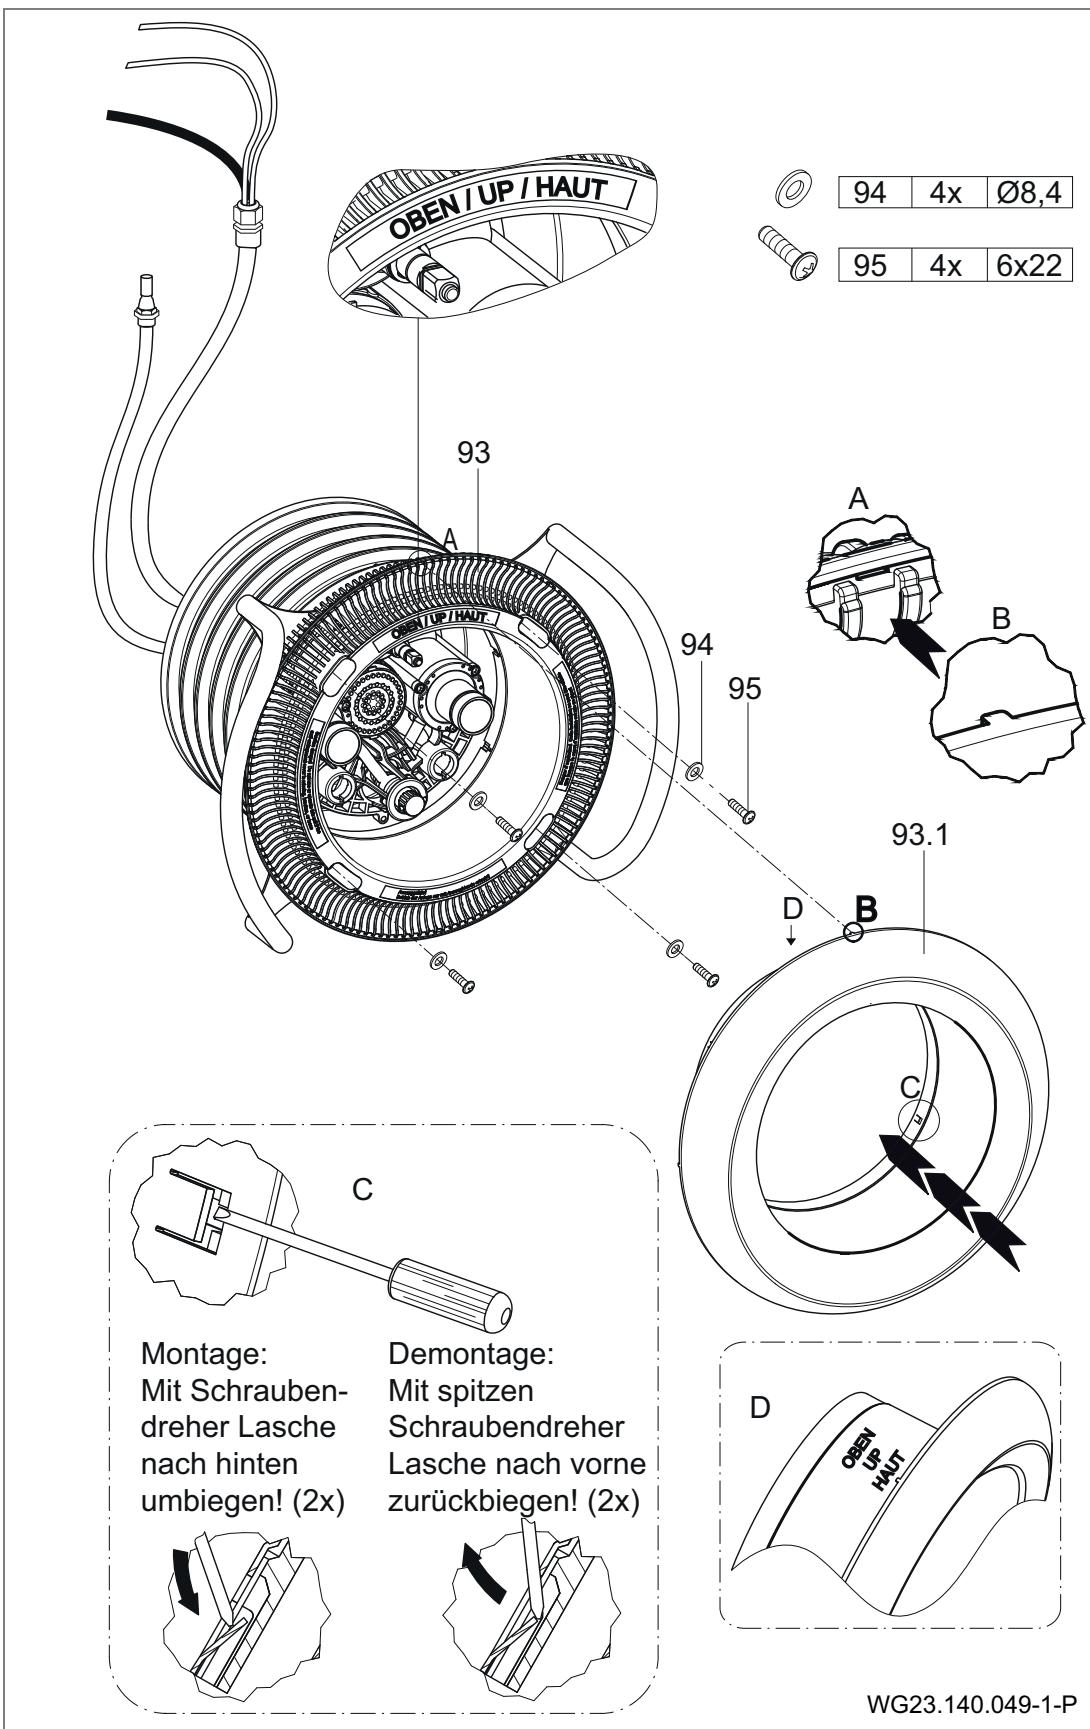
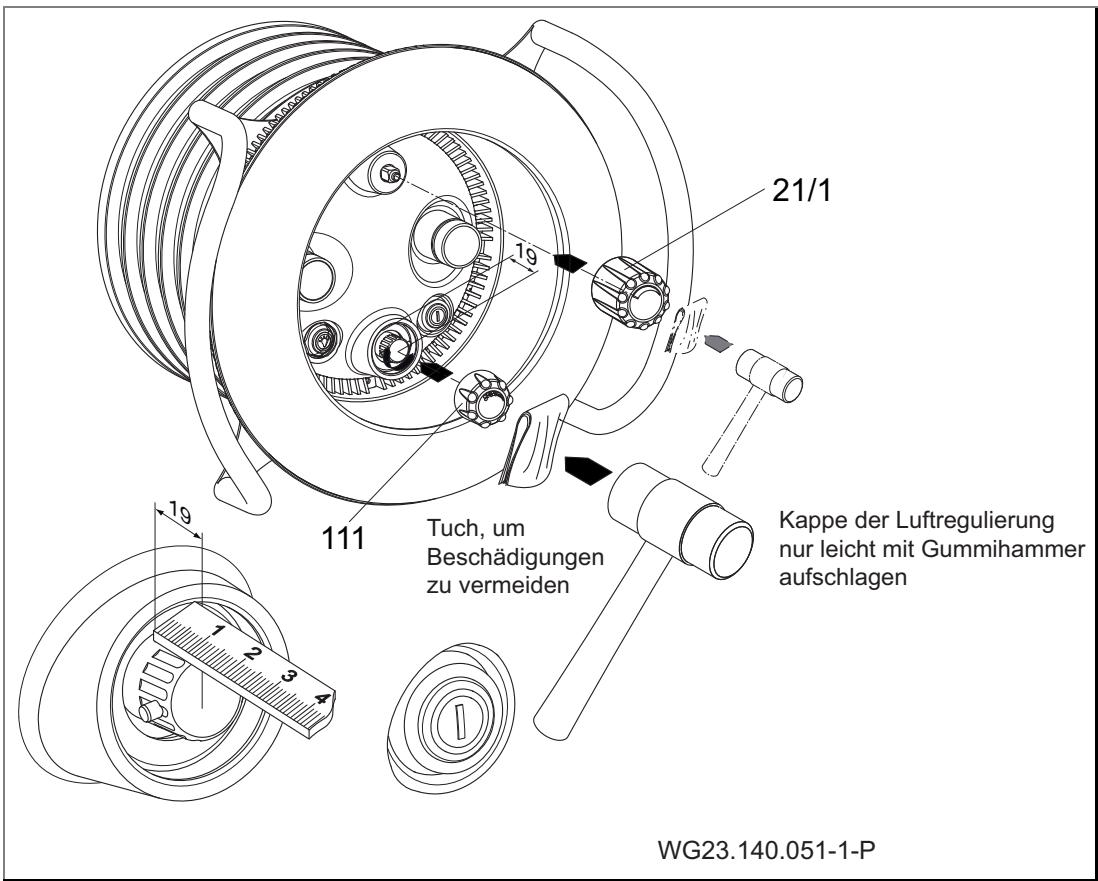

Abb. 17
Abb. 19
8. Ansaugblende (93) auf dem Spannring (28) ansetzen und mit vier Unterlegscheiben (94) und vier Schneidschrauben (95) befestigen. (Abb. 17)
9. Edelstahlblende (93.1) mit vorstehenden Zentriernoppen auf den vorhandenen Aussparungen der Ansaugblende (93) ausrichten und von Hand aneinanderpressen. Markierung
- "OBEN" auf der Edelstahlblende beachten. Zur Arretierung der Blende die zwei seitlichen Bieglaschen mit einem Schraubendreher nach hinten umbiegen. (Abb. 17)
12. Primavera: Kappe für Mengen- (111) und Luftregulierung (21/1) mit Hilfe eines Gummihammers und Schutztuches befestigen. (Abb. 19)
1. Kappe für Mengen- (111) und Luftregulierung (21/1) abziehen. Siehe "Abb. 19"
2. Schneidschrauben (112) lösen und Lichtabdeckung (110) abnehmen.
3. Die zwei seitlichen Biegelaschen der Edelstahlblende nach vorne zurückbiegen und Edelstahlblende abnehmen. Siehe "Abb. 17"
4. Schneidschrauben (95) lösen und Ansaugblende (93) und Haltegriff (70) abnehmen.
5. Bei Bedarf die Schneidschrauben (61) lösen. Düsengehäuse (102.1) abnehmen. Dabei auf die innere Luftpfeitung (4) achten, die am Einbaugehäuse (1) befestigt ist.
6. Schrauben (52) lösen. Haltegriff (70), Spannring (28) und Spannringdichtung (27) abnehmen.